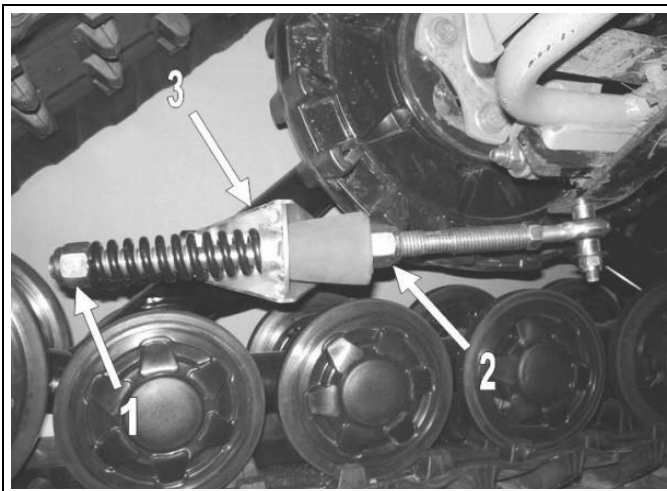

Figura 9
- Allentare il dado (1) comprimendo la molla della barra di stabilizzazione (vedere Figura 9).
- Girare il dado (2) fino a farlo entrare in contatto sia con l'ammortizzatore in gomma che con la staffa (3). Comprimere in seguito l'ammortizzatore in gomma girando il dado (2) una volta.
- Girare il dado (1) fino a farlo entrare in contatto con la molla, comprimere in seguito la molla girando il dado 1.5 volte.